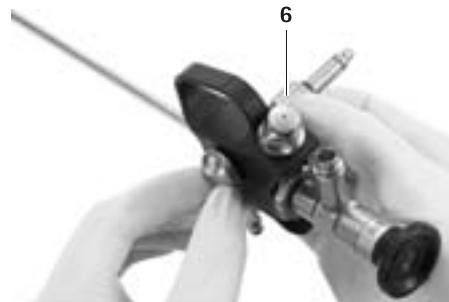

Fig. 6
- Avvitare il dado cieco finché l'adattatore per braccio di tenuta **6** è fissato, vedere Fig. 6.